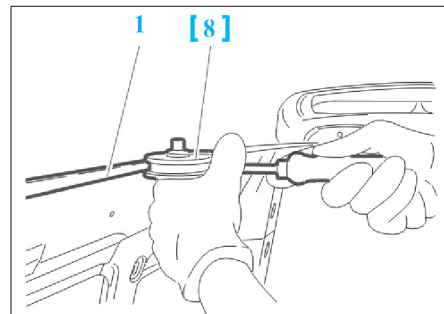

FIG. 112
- Poser le joint (1) sur le pavillon à l'aide de l'outil [8] (Fig.112).